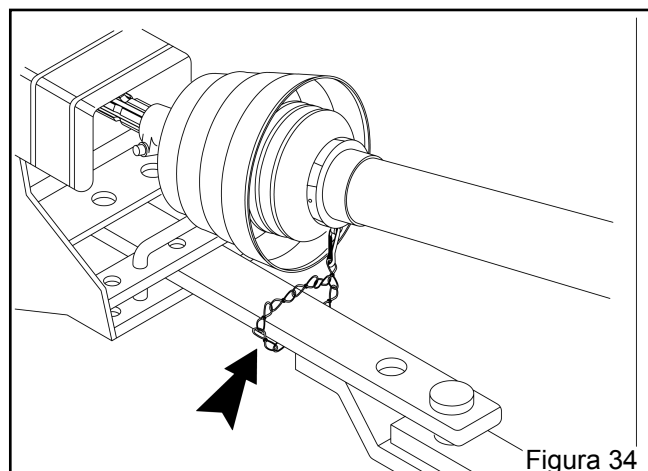

Figura 34
j) Fixe as correntes da capa de proteção do cardan de forma que permitam a articulação do cardan em todas as posições. Quando for colocar a corrente no cone, certifique-se que ela toque aproximadamente 1/4 da circunferência do cone nas posições de trabalho, inclusive durante as curvas. Utilize os pontos de engate da corrente conforme indicações do fabricante do cardan. (Figura 34)